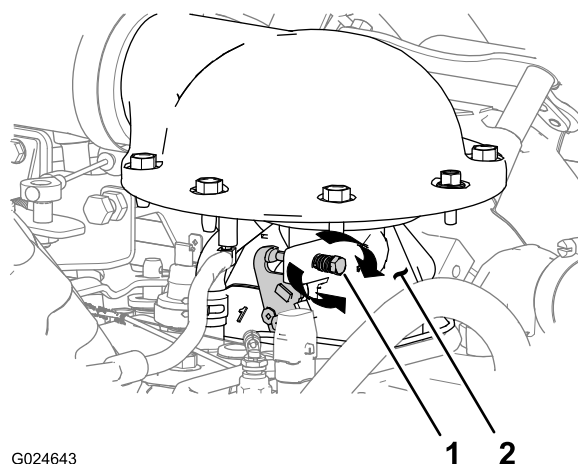

Figura 39
3. Se a velocidade de ralenti baixo for superior ou inferior a 1100 rpm, rode o parafuso de regulação do ralenti para a direita ou para a esquerda, no corpo do acelerador do motor, até que a velocidade do ralenti seja de 1100 rpm (Figura 39).